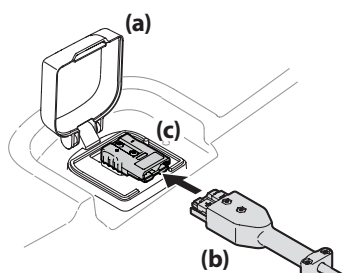
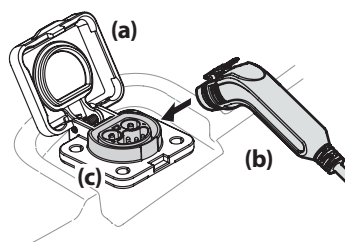

Figure 11
Figure 12
1. Relevez le couvercle de la prise de recharge (a). Voir Figure 11 pour le style 1 (725-07253A) et la Figure 12 pour le style 2 (Chargeurs de la série T56XXX).
2. Branchez le cordon de recharge (b) du chargeur dans la prise (c). Voir la Figure 11 pour le style 1 et la Figure 12 pour le style 2.